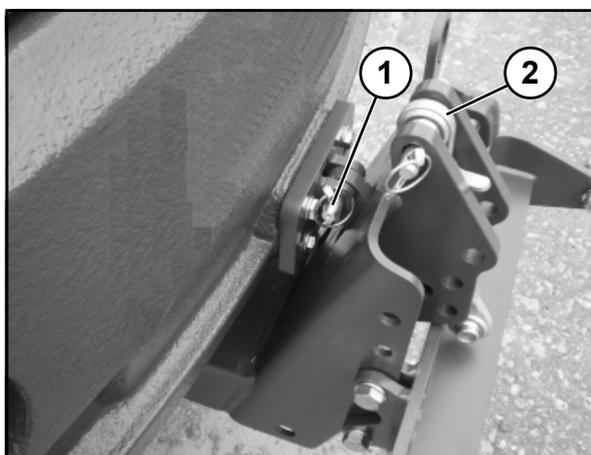

Bild 6-6
(2) Gegengewicht unter dem Motor demontieren. Dazu ist das unterstützende Hebegerät mit angebautes Staplervorsatz von hinten so unter das Gegengewicht zu verfahren, dass die Zinken das Gegengewicht leicht berühren und das Aufnehmen des Gegengewichts auf dem Staplervorsatz gefahrlos möglich ist. Die drei Befestigungsschrauben lösen, Staplervorsatz mit darauf befindlichem Gegengewicht absenken und nach hinten herausfahren.
(3) Heckanbauplatte so auf den Staplervorsatz ablegen und von hinten unter das Fahrwerk verfahren, dass die Heckanbauplatte mit der Aufnahme am Fahrwerk durch Einschieben des Bolzens (6-5/Pfeil) verbunden werden kann. Bolzen mit Klappsplint sichern.
(4) Querlenker (6-6/2), wie in Bild 6-6 zu sehen, nach hinten umlegen.
(5) Heckanbauplatte durch An-/Abkippen- und Hubbewegungen des Staplervorsatzes so positionieren, dass der Bolzen in die Aufnahmebohrung der Anbauplatte der Rangier- und Abschleppkupplung gesteckt werden kann (6-6/1). Bolzen mit Klappsplint sichern.